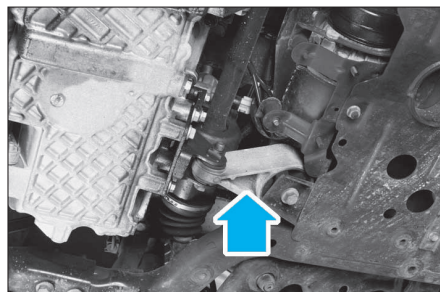

FIG. 3
- la biellette anticouple (Fig.3).